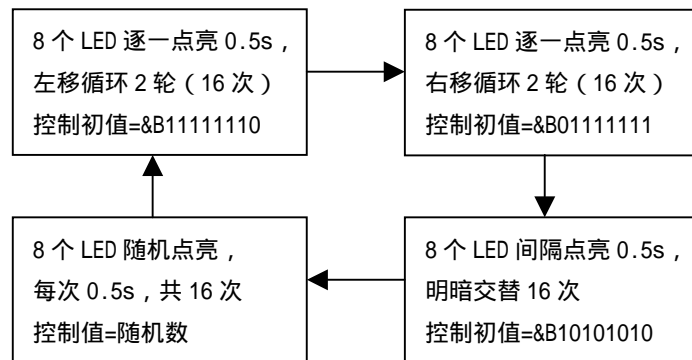

图 6-7 4 种不同控制方式的转换
- ✓ 设计一个 4 种闪烁方式交替循环的彩灯, 闪烁方式见图 6-7。